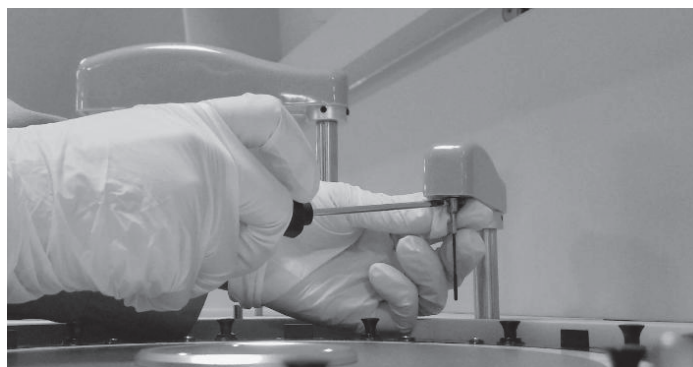

Figura 13-35 Solte os parafusos
5. Use uma chave Phillips para soltar os dois parafusos de fixação. O método é mostrado na Figura 13-35.